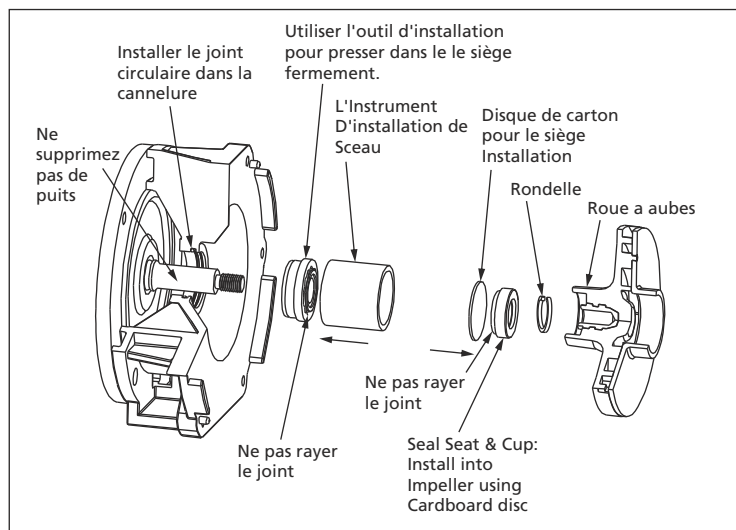

Figure 3 – Outil D'installation
4. Le siège en céramique est situé a l'arrière de la roue à aubes (une partie de réf.no.6). Soulever le siège dehors en employant un tournevis dans le trou intérieur (voir la figure 3).Prendre soin pour ne pas endommager ou ne pas rayer les surfaces intérieures de l'alésage tenant le siège. De telles éraflures peuvent causer des fuites. Remplacer la roue à aubes si un tel dommage se produit.